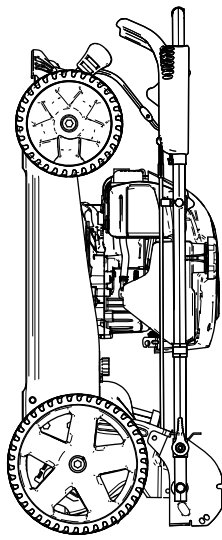

Bild 23
6. Heben Sie die Vorderseite der Maschine am Holm an und stellen sie in den Lagerplatz (Bild 23).